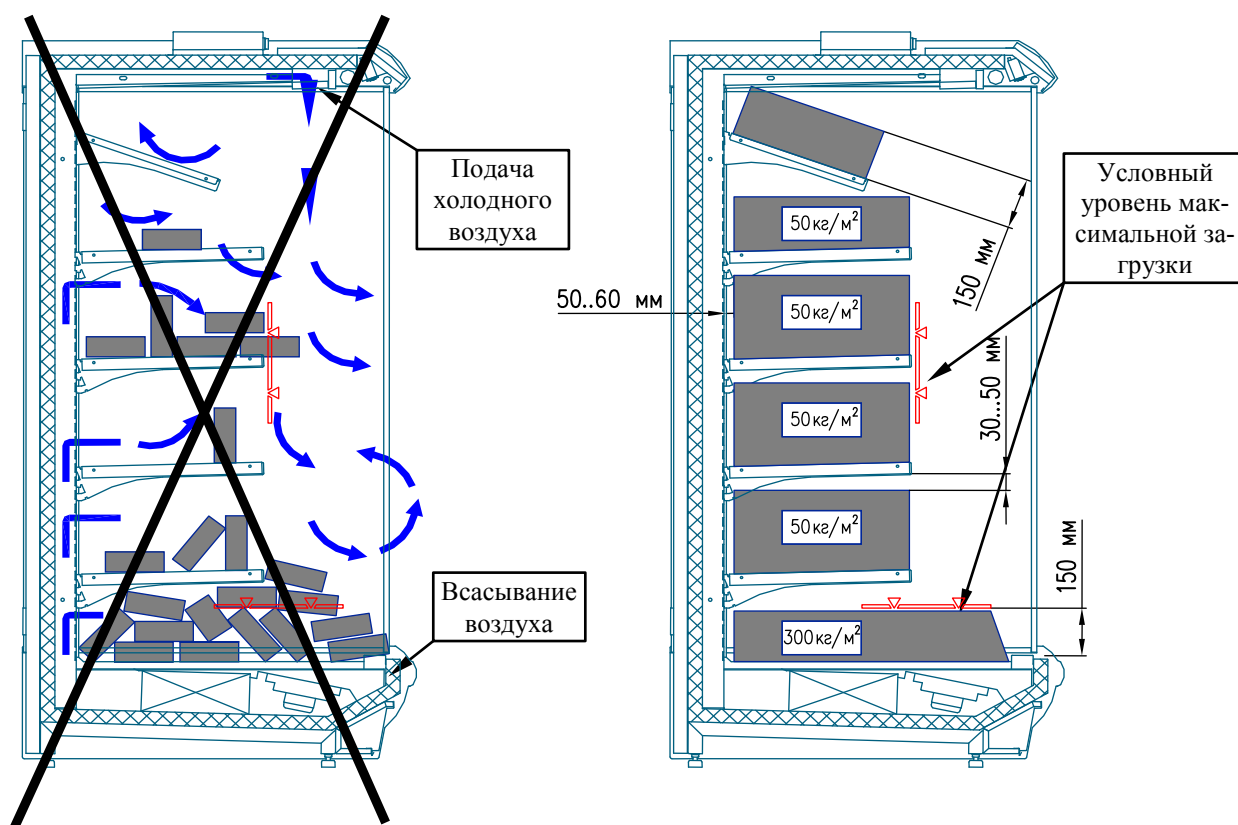

Рис. 2. Условная схема загрузки витрины продуктами
Вставить сетевую вилку в электрическую розетку. Включить автоматические выключатели (см. рис. 2). Установить выключатели питания и освещения в положение «I», подав тем самым электропитание на контроллер витрины и лампы освещения. После включения витрины контроллер проведет короткое самотестирование (сопровождается миганием дисплея) и включит витрину на охлаждение.
Выключение витрины производится в обратной последовательности. При необходимости обслуживания или чистки витрины **установить автоматические выключатели (рис. 2) в положение выключено «О» и отсоединить витрину от электросети.**
- Продукты необходимо раскладывать в отведенное для них место, не превышая при этом уровня максимальной загрузки (рис. 2). В случае превышения уровня загрузки воздушная вентиляция будет недостаточной, и температура продуктов станет более высокой, кроме того, на испарителе может образоваться слой льда.